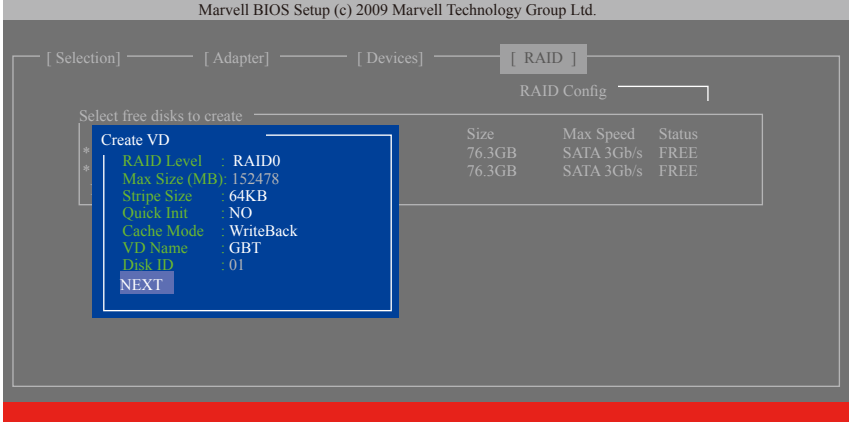

图7
6. NEXT: 完成以上设定请至「NEXT」项目按<Enter>键。当确认信息出现时, 确定制作磁盘阵列请按<Y>, 取消请按<N> (图7)。